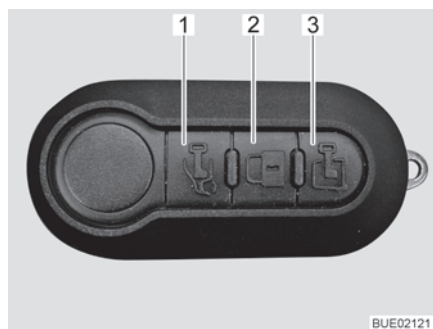

Fig. 33 Telecomando multifunzione (3 tasti)
- Premere una volta brevemente il tasto  (Fig. 33,1). La porta conducente è sbloccata.
- Premere una volta brevemente il tasto  (Fig. 33,3). La porta di ingresso è sbloccata.
- Premere una volta brevemente il tasto  (Fig. 33,2). Tutte le porte sono bloccate.